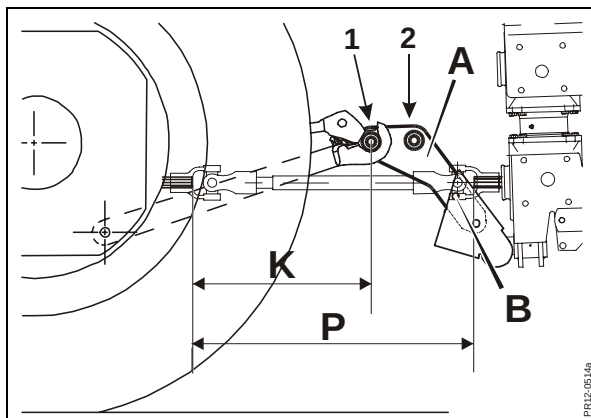

Fig. 2-2
- Fig. 2-2** Forlængerarmene **A** virker som støddæmpere i Top-Safe systemet, som er standard på maskinen. På forlængerarmene er der to muligheder for placering af træktappe, afhængig af om der er korte eller lange liftarme på traktoren.
- Fig. 2-2 KORTE LIFTARME:**